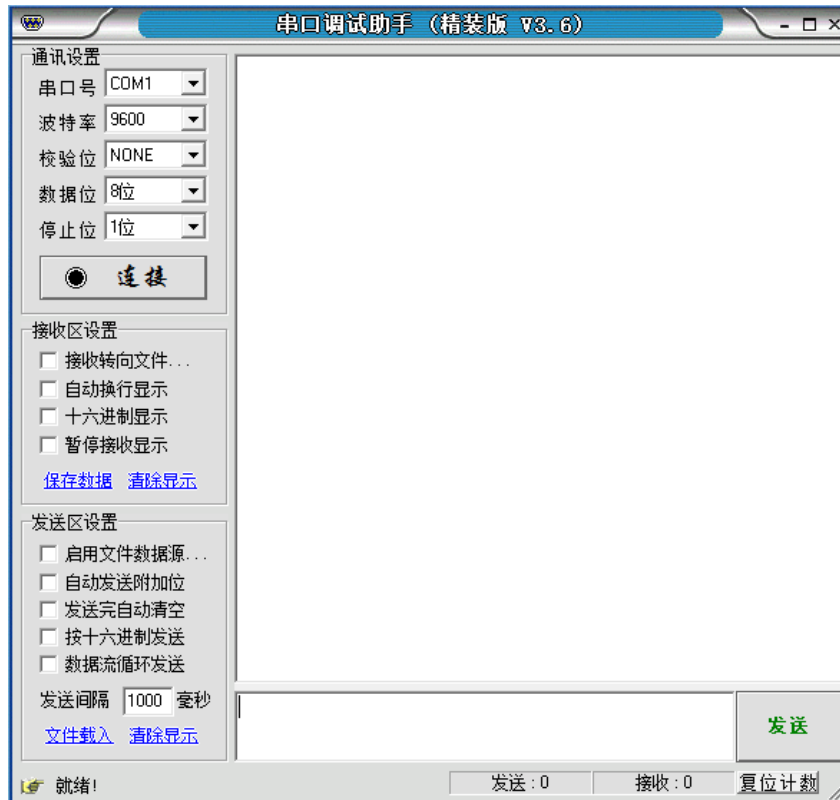

图103. 打开的软件界面
3. 打开光碟中 Uart\_Assistant 文件夹，双击 UartAssist.exe 文件，弹出软件界面如图 103：